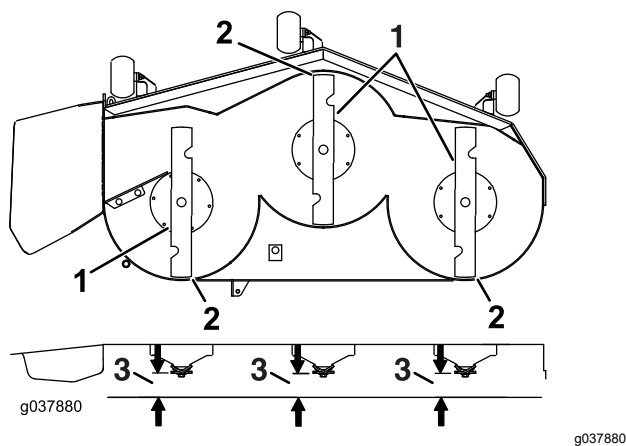

Рисунок 86
7. Проверьте выравнивание ножа по горизонтали в продольном направлении (**Рисунок 86**). Убедитесь, что передний конец ножа ниже заднего конца ножа, как показано в таблице высоты подставок и наклона ножей. Если необходима регулировка, перейдите к выполнению данной процедуры.